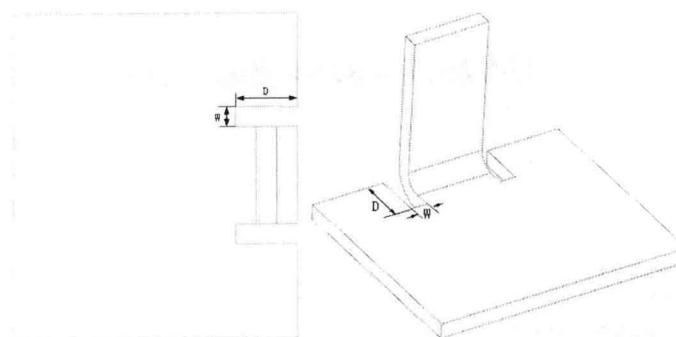

图 2-7 止裂口参数含义示意图
(3) 让位槽深度和宽度：从折弯边开始计算折弯止裂口延伸的距离称为折弯深度 (D)，跨度称为宽度 (W)。可以在图 2-4 所示的对话框中设置止裂口宽度和深度，其含义如图 2-7 所示。